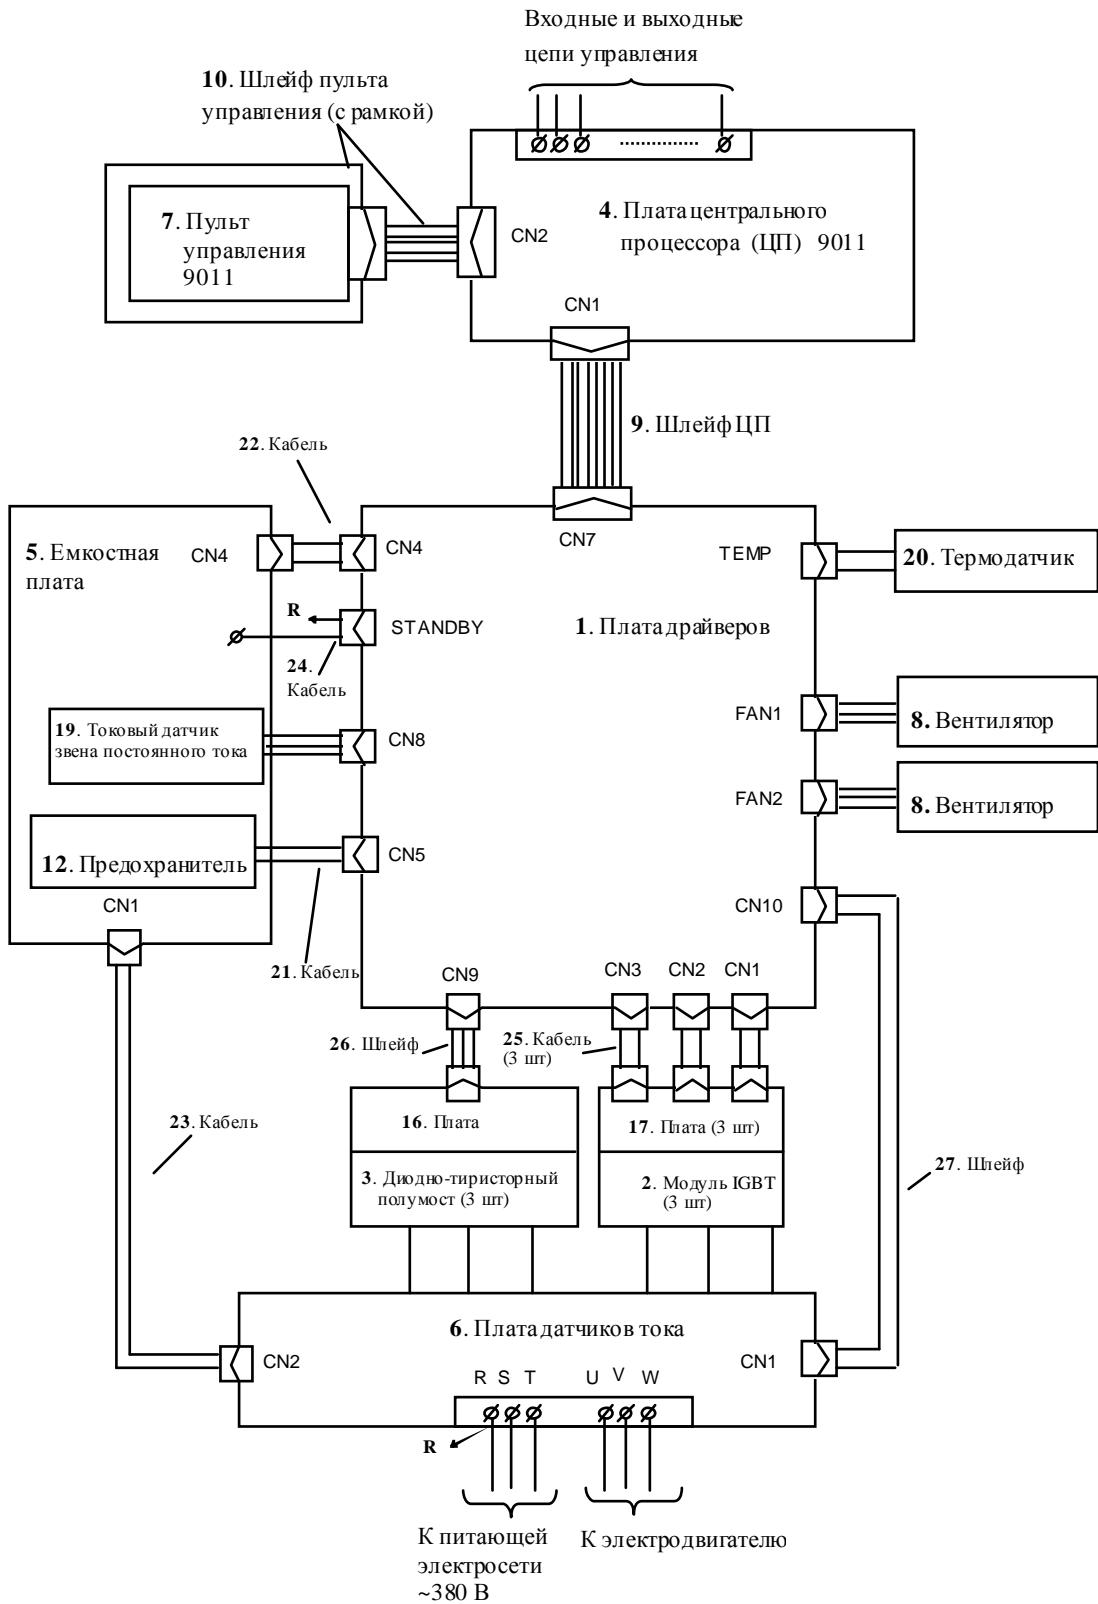

Рис. 4.2. Блок-схема преобразователей частоты EI-9011-025Н...040Н
4.3. Блок-схема преобразователей частоты EI-9011-025Н...040Н приведена на рис. 4.2, структурная схема преобразователей - в Приложении 1.
**4.4. Фотографии сменных узлов, входящих в состав преобразователей частоты EI-9011-025Н...040Н, приведены в табл. 4.1. (порядковые номера соответствуют рис. 4.2).**